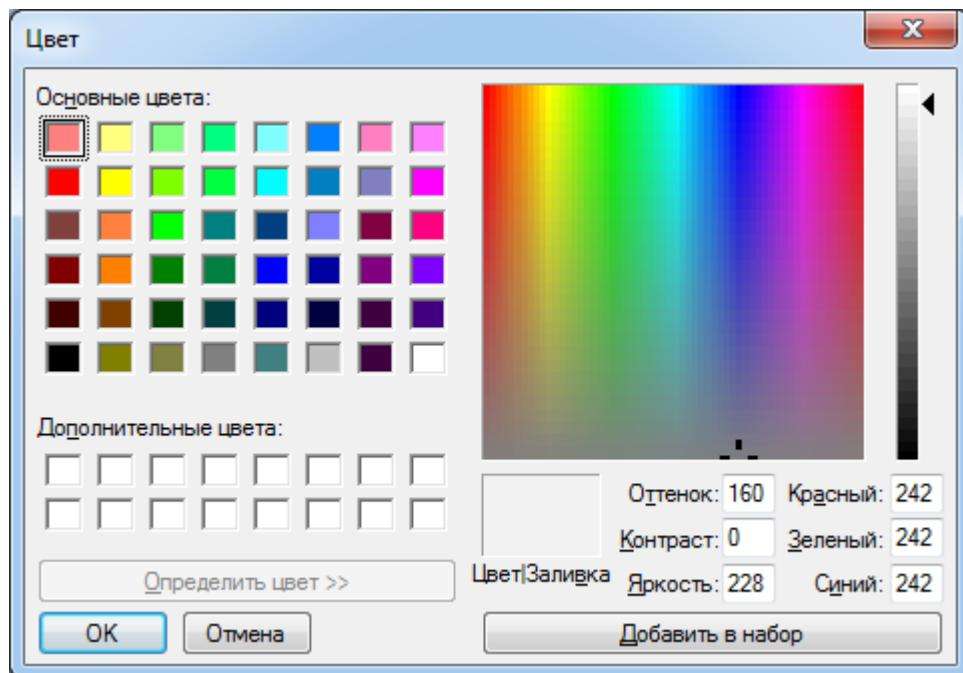

Рисунок 8.40 – Окно выбора цвета
- b) «Pixel Color» - пункт содержит два подпункта: «Change color for “0”» и «Change color for “1”»; при выборе одного из пунктов выводится окно выбора цвета (см. рисунок 8.40) для отображения логических нулей или графических единиц соответственно;